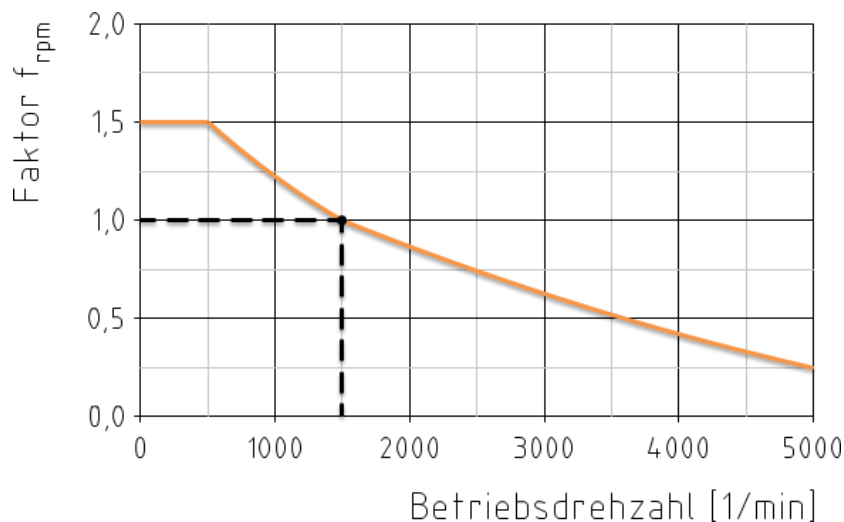

Bild 8: Diagramm der Versatzkorrektur
- Die aufgeführten radialen und winkligen Verlagerungswerte beziehen sich auf eine Referenzdrehzahl von 1500 1/min. Mit dem Diagramm der Versatzkorrektur (siehe Bild 8) erfolgt eine drehzahlabhängige Erhöhung oder Reduzierung der Verlagerungswerte durch den Faktor f_{rpm} . Die Verlagerungswerte zwischen den angegebenen Drehzahlen sind entsprechend zu interpolieren.